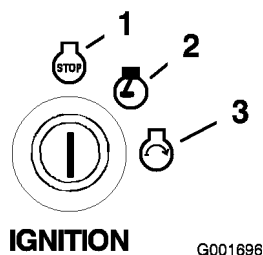

Figure 16
6. Tournez la clé de contact en position Démarrage. Relâchez la clé quand le moteur démarre (Figure 16).
4. Tournez la clé de contact à la position contact coupé et retirez-la (Figure 16).